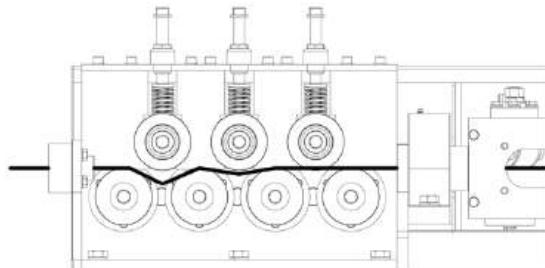

Рис. 6. Схема регулировки прижимных роликов узла протяжки и предварительной правки
- заведите вручную арматуру в станок так, чтобы она прошла через приемную втулку и узел протяжки и предварительной правки. Отрегулируйте прижимные ролики узла протяжки и предварительной правки под диаметр обрабатываемой арматуры. Для этого ослабьте контргайки и прижмите ролики, как показано на рис. 6, после чего затяните контргайки;